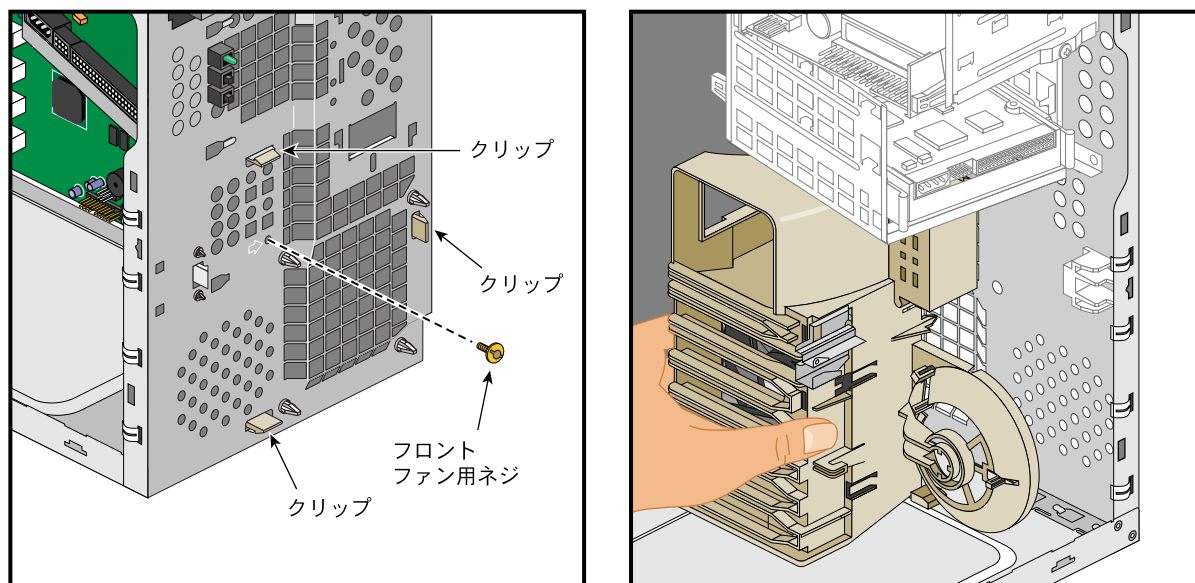

図2-14 フロントファンのネジとクリップの取り外し
3. フロントパネルにあるフロントファンのネジを取り外します。図2-14に、ネジの場所を示します。
4. 本体内部のファンのプラスチックフレームを持ちながら図2-14に示す3個の固定クリップを1個ずつ押して外します。